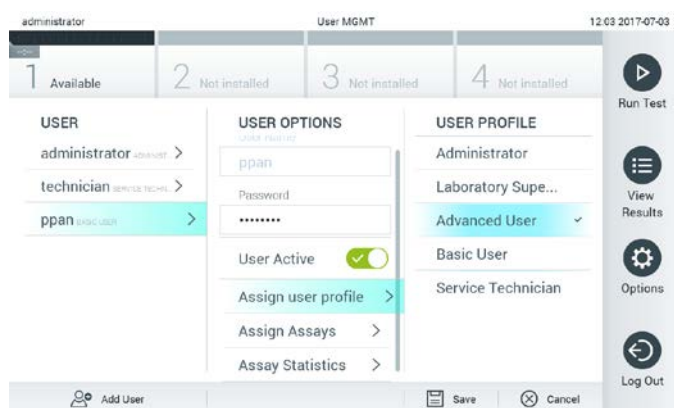

Figura 53. Asignación de perfiles de usuario a usuarios.
- Assign User Profile (Asignar perfil de usuario): permite asignar un perfil de usuario distinto para dicho usuario (p. ej., Administrator [Administrador], Laboratory Supervisor [Supervisor de laboratorio], Advanced User [Usuario avanzado] y Basic User [Usuario básico]). Seleccione el perfil de usuario adecuado de la lista a la derecha de la zona de contenido (figura 53).